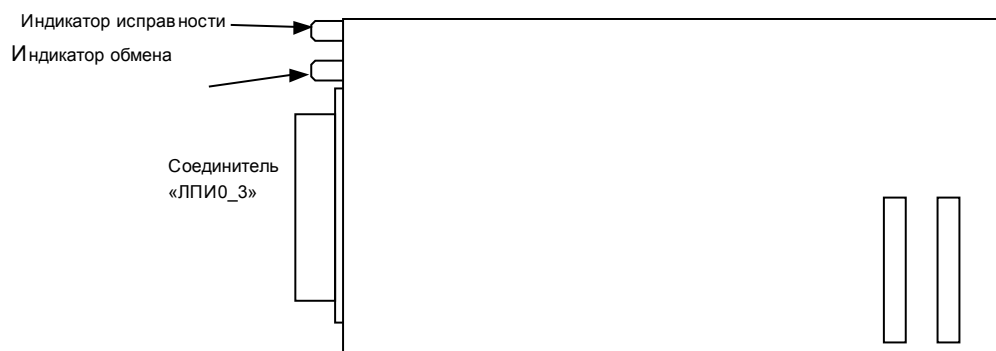

Рисунок 6. Внешний вид и способ установки УСМК 11 РМСх
- 2) установить устройство в свободный слот РМС компьютера в соответствии с ЭД на компьютер (Рисунок 6);